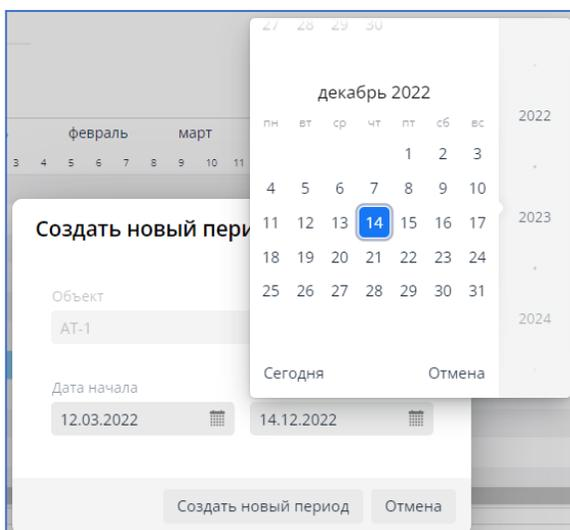

рис. 16.6. Выбор даты с помощью календаря
- вводить даты вручную с помощью клавиатуры или выбрать из календаря (см. рис. 16.6.).
- Изменить даты с помощью клавиатуры или выбрать из календаря (см. рис. 16.6.).